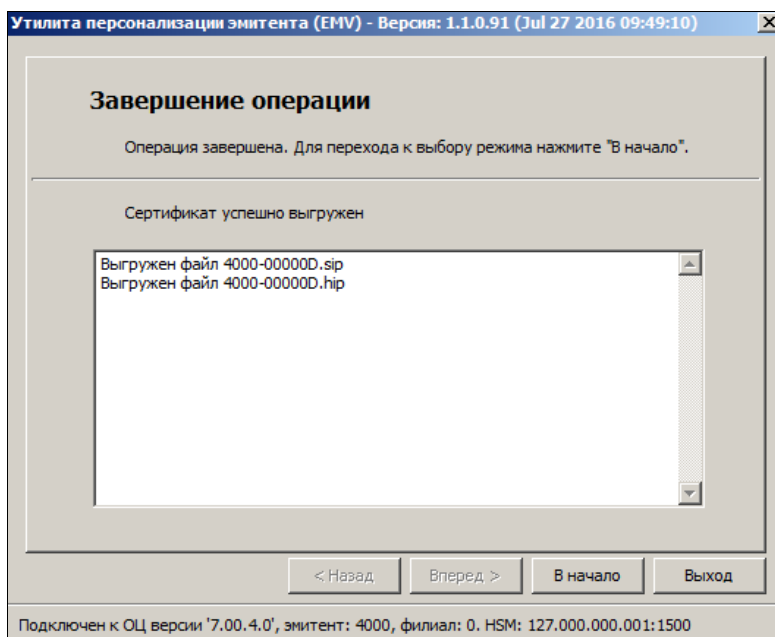

Рис. 4. Окно завершения операции выгрузки сертификата
2. Выберите нужный запрос и нажмите на кнопку **Вперед**. Откроется окно завершения операции (см. Рис. 4).